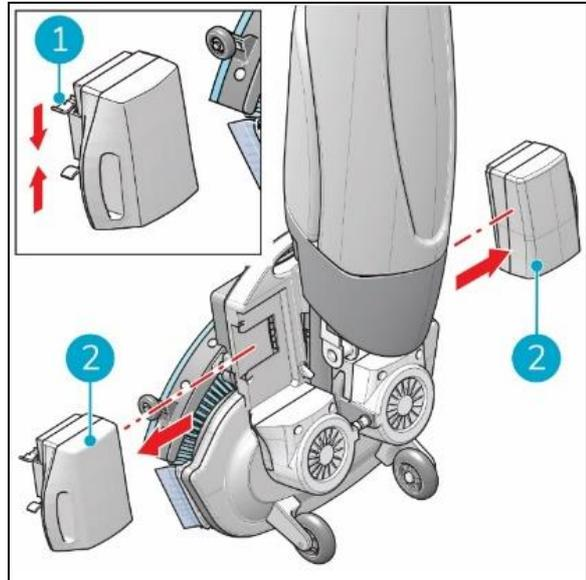

Figure 21
3. Tout en appuyant sur les deux broches en plastique vers l'intérieur (Figure 21, pos 1), tirez sur chaque bloc-batterie (Figure 21, pos 2).